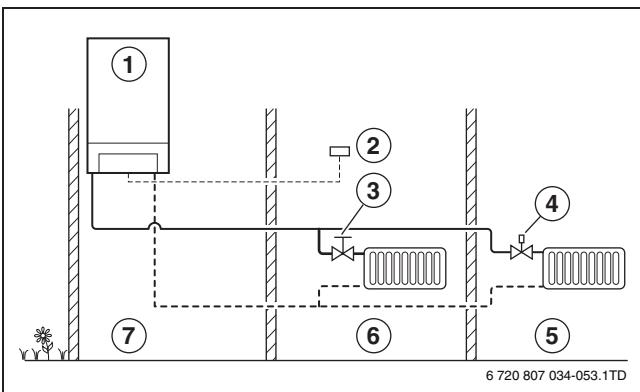

Рис. 23 Регулирование по комнатной температуре
- При регулировании по комнатной температуре требуемая температура в 1 помещении регулируется установленным в нём пультом управления (комнатным регулятором). Для правильного регулирования температуры все ручные вентили или терmostатические вентили на отопительных приборах должны быть полностью открыты (→ рис. 23).